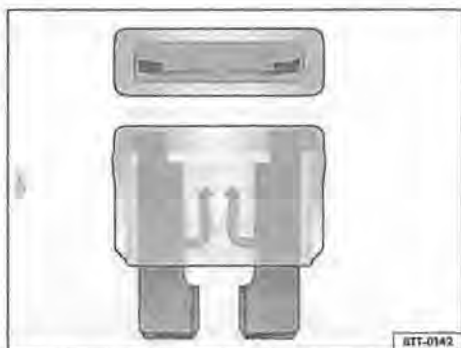

Fig. 128 Fusibile bruciato
- I fusibili bruciati si riconoscono dal filamento metallico rotto → fig. 128.